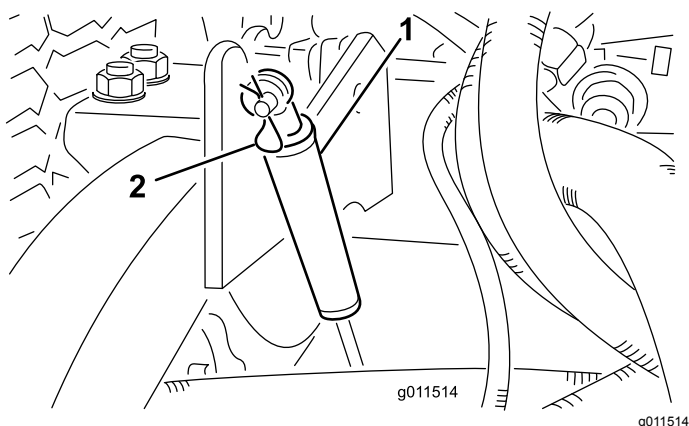

Figura 108
2. Retire o contrapino tipo grampo que fixa os amortecedores aos braços de elevação (Figura 108).